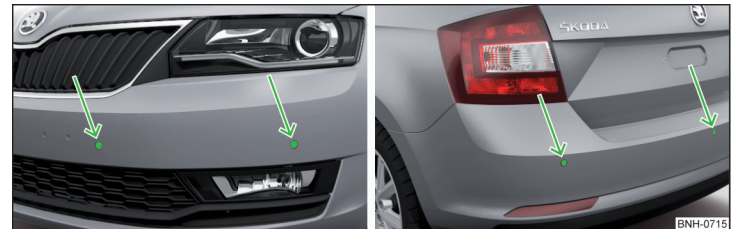

Fig. 198 **Locul de amplasare al senzorilor de pe partea stângă a autovehiculului: față/spate**
- Mențineți senzorii sistemului » fig. 198 la pagina 177 curățai, fără zăpadă sau gheață și nu îi acoperiți cu niciun fel de obiecte, pentru a nu limita funcționarea sistemului.
Sistemul calculează cu ajutorul undelor de ultrasunete distanța dintre bara de protecție și un obstacol. Senzorii cu ultrasunete se găsesc în bara de protecție spate, respectiv și în bara de protecție față, în funcție de dotarea autovehiculului » fig. 198.